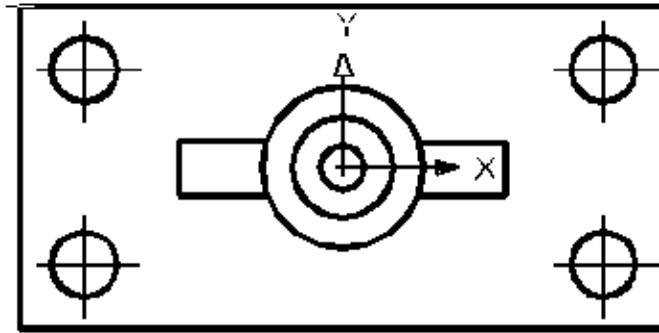

Рисунок 47 – Положение пользовательской системы координат вида сверху
- Укажите точку на объекте (например, центр окружности) графическим курсором. ПСК будет привязана к объекту, а центр ПСК совместится с центром окружности (см. рис. 47).